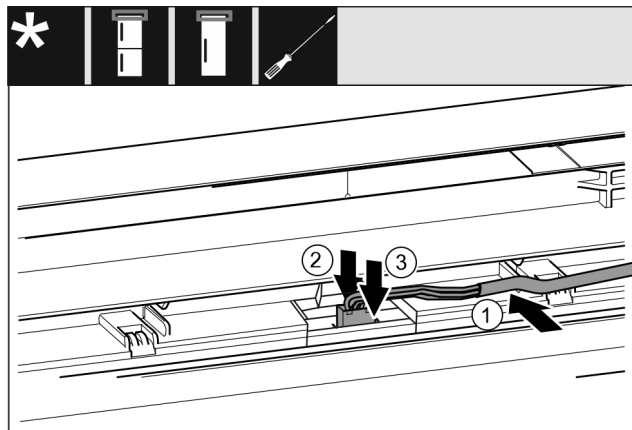

Fig. 33
- ▶ Вставте сірий кабель в направляючу в верхніх дверцятах. Fig. 33 (1)
- ▶ Притисніть фіксувальний виступ назад. Fig. 33 (2)
- ▶ Зафіксуйте штекер. Fig. 33 (3)